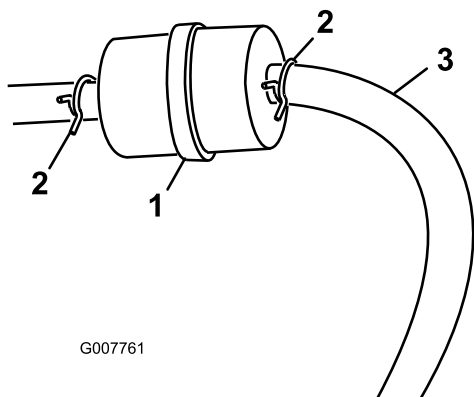

図 23
3. 古いフィルタのクランプをゆるめて脇に寄せる(図 23)。
5. 新しいフィルタをホースに取り付け、クランプで固定する(図 23)。
3. 燃料フィルタについているクランプをゆるめ、フィルタからはずす(図 23)。
4. 燃料フィルタから燃料ホースを抜き取る(図 23)。
注 落ちてくる燃料を燃料容器または廃油受けに受ける(図 23)。
5. フィルタに燃料ホースをつなぎ、クランプで固定する(図 23)。